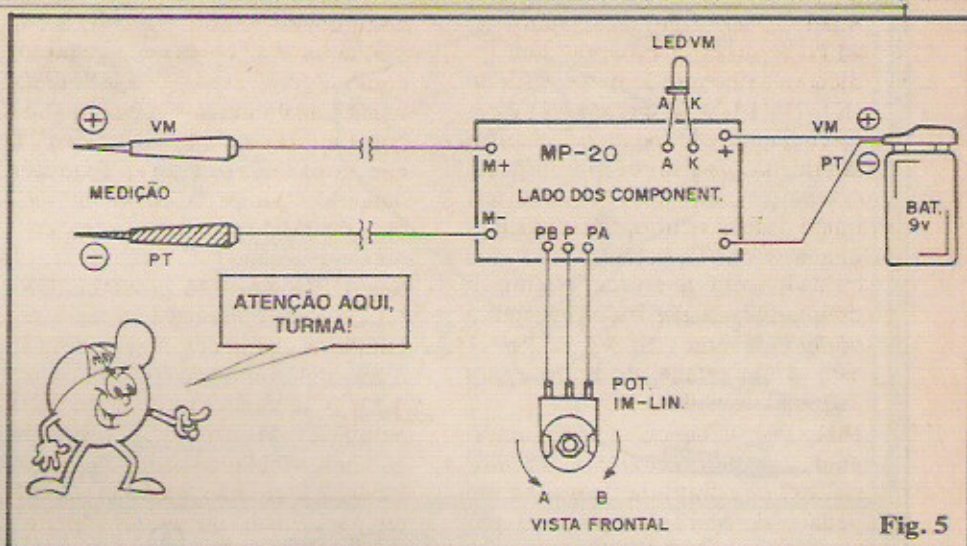

Fig. 5
- FIG. 5 - As tais "ligações externas"... A placa ainda é vista pela sua face não cobreada (os componentes agora não são mostrados, pois isso não interessa no momento...). ATENÇÃO à polaridade dos fios da alimentação (bateria), lembrando sempre que o cabinho VERMELHO do "clip" corresponde ao positivo, e o cabinho PRETO ao negativo. ATENÇÃO à correta identificação dos terminais do LED (este também pode ser ligado à placa por um par de fios finos, se a instalação final o exigir...). CUIDADO no posicionamento relativo e nas conexões do potenciômetro... Notar que, na figura, o componente é visto pela frente (pelo eixo...). Finalmente, observar que as ligações às duas,